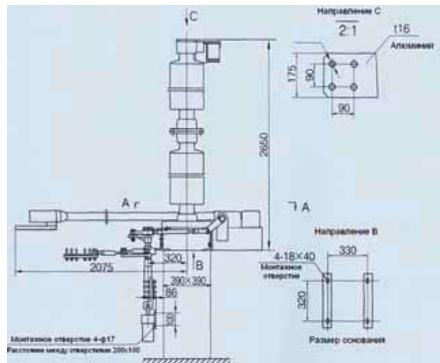

Рис. 6.3 Внешний вид и размеры заземлителя JW-252
6.2 Заземлитель JW -252 (см. рис. 6.3, 6.4)